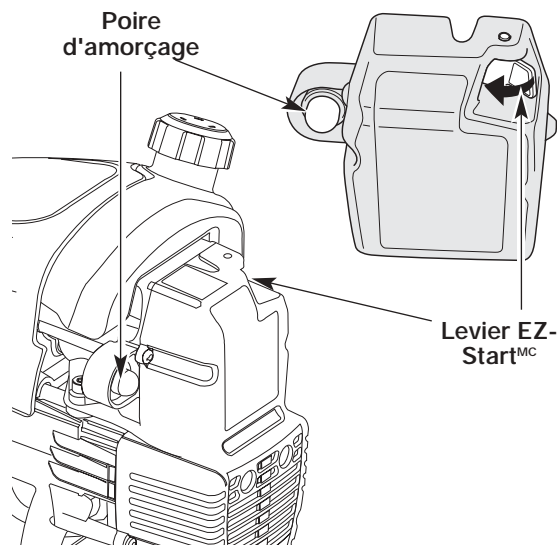

Fig. 7
2. Pressez et relâchez la poire d'amorçage à 10 reprises, lentement. Une certaine quantité de carburant devrait être visible dans la poire d'amorçage et les conduites de carburant (Fig. 7). Si vous n'apercevez pas de carburant dans la poire, pressez et relâchez la poire autant de fois que nécessaire jusqu'à ce que vous aperceviez du carburant dans cette dernière.
3. **Faites pivoter le Levier EZ -Start^{MC} vers la poire d'amorçage** jusqu'à ce qu'il clique et se verrouille en place (Fig. 7).